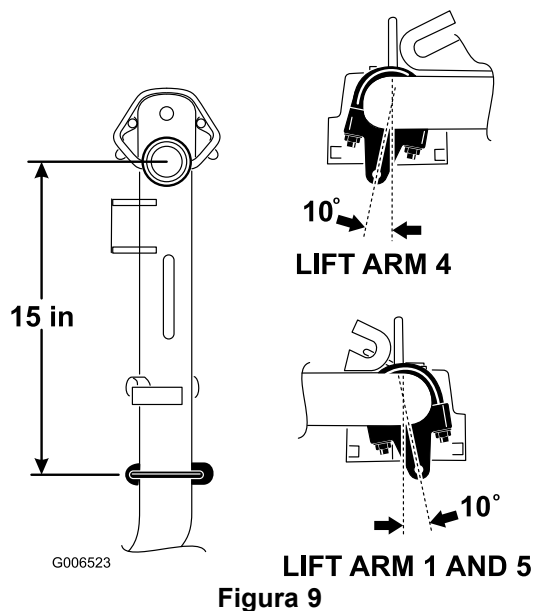

Figura 9
1. Sui bracci di sollevamento n° 1, n° 4 e n° 5, posizionate le staffe della catena e i bulloni a U a una distanza di 38 cm dietro la linea centrale dello snodo di articolazione (Figura 9). Sui bracci di sollevamento n° 1 e n° 5 le staffe dovranno essere ruotate verso destra di 10 gradi dalla posizione verticale (Figura 9). Sul braccio di sollevamento n° 4 la staffa dovrà essere ruotata verso sinistra di 10 gradi dalla posizione verticale (Figura 9).